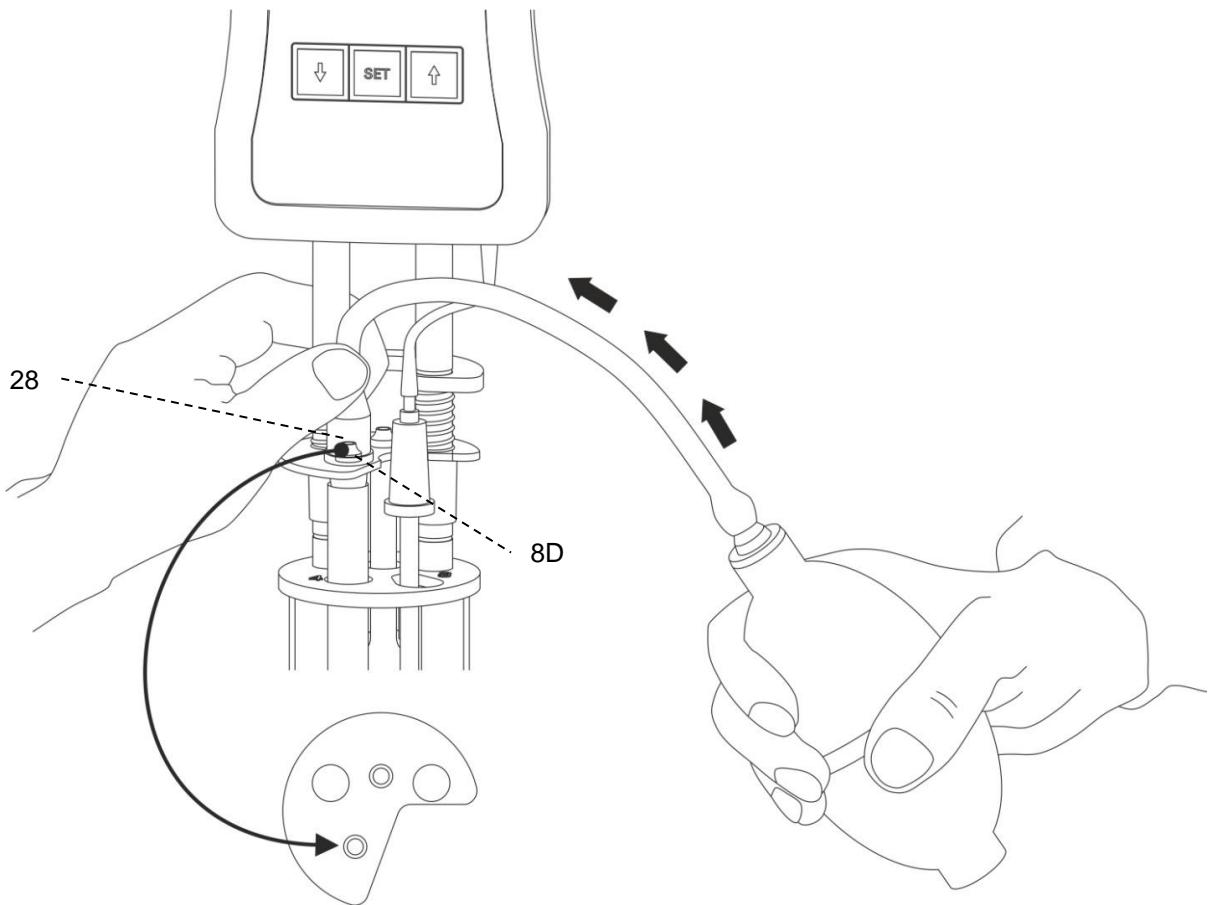

Fig. 8 Mode de travail en pression, avec la pompe manuelle VZ 6550
- (a) en mode de travail avec pression sur le bouchon en silicone 8D via le tube de remplissage (voir Fig. 8)